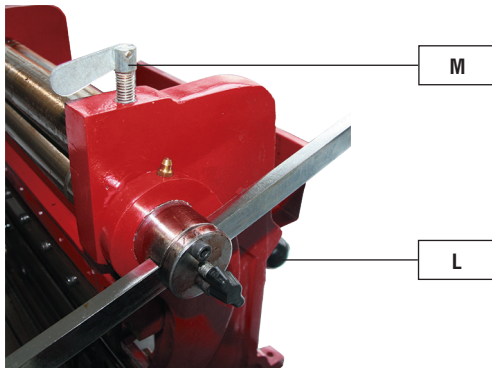

Рисунок 13 – Вальцевание, регулировка валиков
2. Отведите полностью направляющий валик при помощи регулировочных винтов направляющего валика (L, рис. 13), вращая их против часовой стрелки.
3. Ослабьте болт (M, рис. 13), чтобы увеличить пространство между верхним и нижним валиками пресса.
4. Вставьте заготовку между верхним и нижним валиками, и затяните болт (M, рис. 13), опускайте верхний валик, пока плотно не прижмёте заготовку. Верхний валик должен оказывать достаточное давление на заготовку для правильной подачи.
5. Поверните оба винта направляющего валика (L, рис. 13), чтобы отрегулировать расстояние между направляющим валиком и двумя основными валиками. Поднимите оба конца на равную высоту.